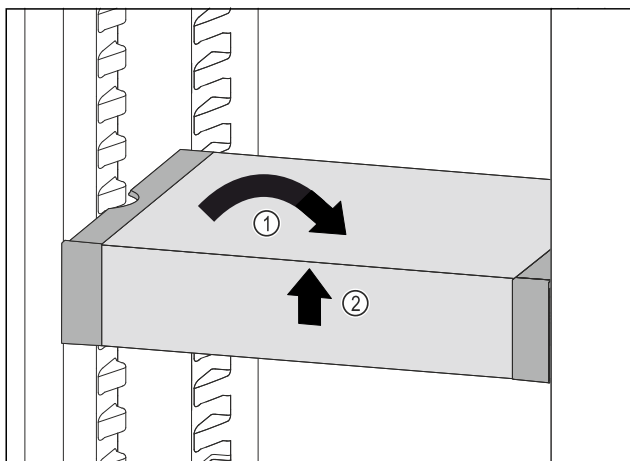

Fig. 94
- Placer VarioSafe lige. Fig. 94 (1)
- Løft VarioSafe op foran. Fig. 94 (2)